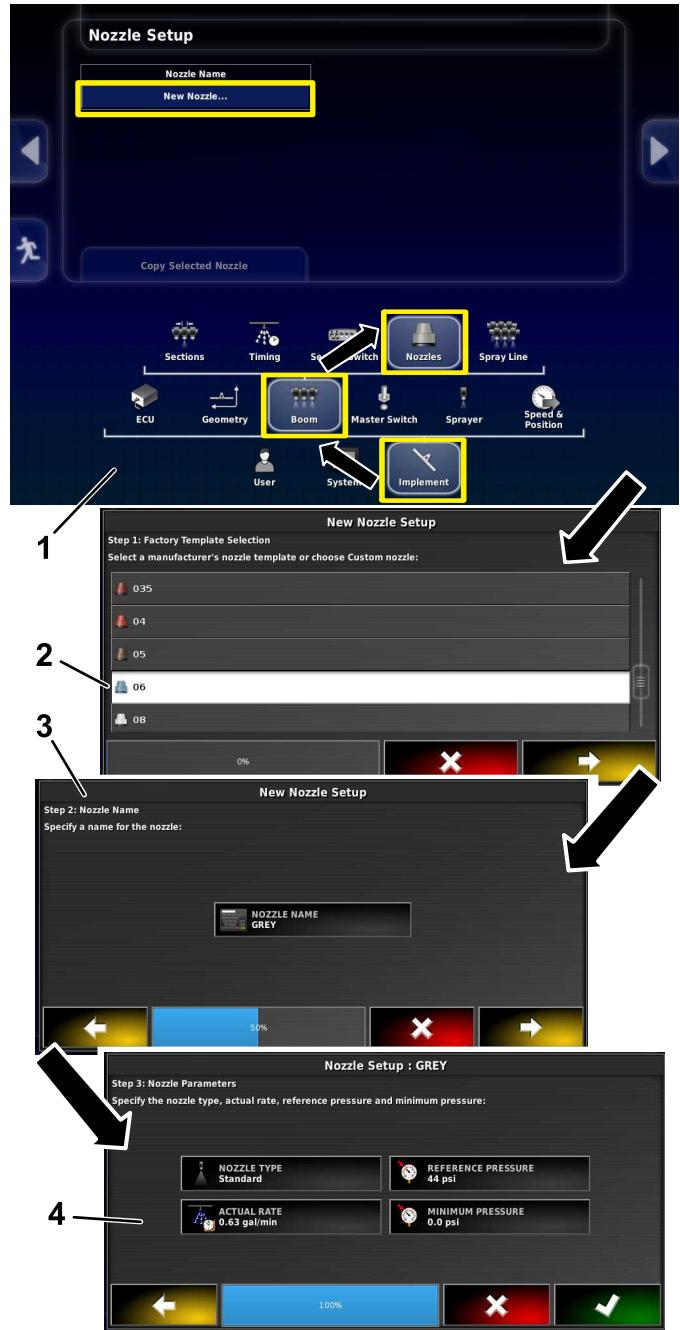

Figura 6
5. Carregue no ícone NOME DO BICO (Figura 6).